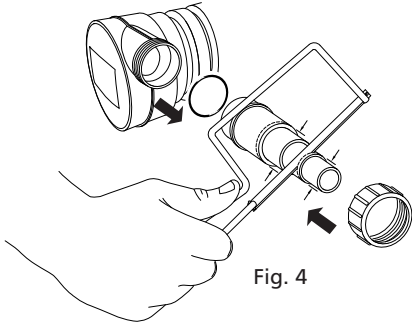

Fig. 4
- 3.4 Przyciąć dwie uniwersalne końcówki do węża (w załączeniu) tak, aby pasowały do węża. Zamocować końcówki na gwintowanych łącznikach na wlocie i na wylocie, przy pomocy załączonych pierścieni samouszczelniających ("O") oraz gwintowanych nakrętek (patrz rys. 4). Do modeli Vorton 4500: stosować wąż o śred. 25mm